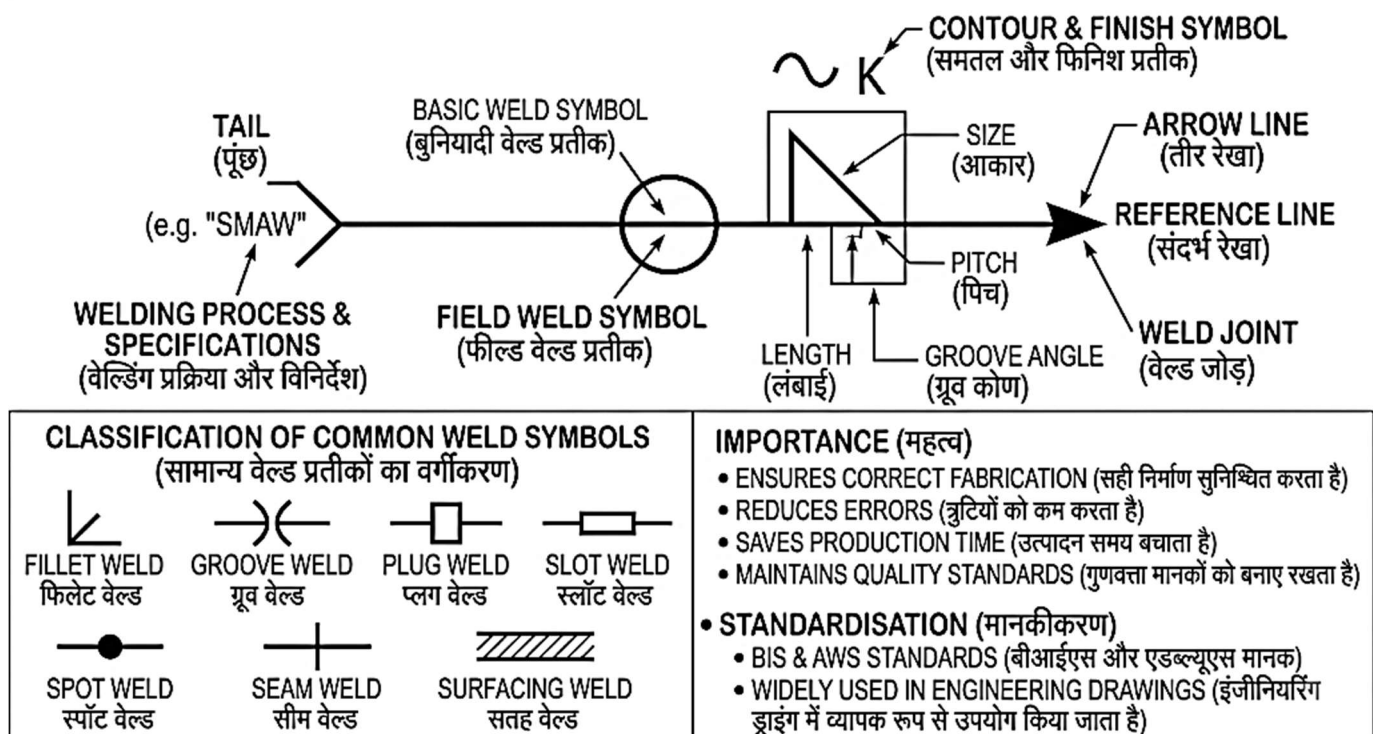

Fig. 2.5: Basic Weld Symbols and Classification | मूल वेल्ड प्रतीक एवं वर्गीकरण
2.5.1 Introduction to Welding Symbols (Fig. 2.5)